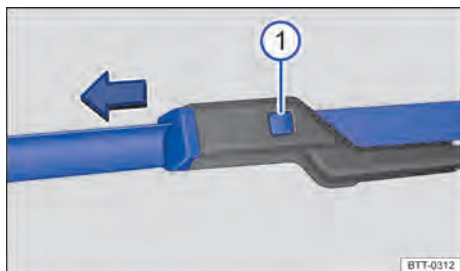

Fig. 202 Sustituir las escobillas de los limpiaparabrisas.
- Mantenga la tecla de desbloqueo → fig. 202 ⓘ pulsada y, al mismo tiempo, retire la escobilla de los limpiaparabrisas en el sentido de la flecha.